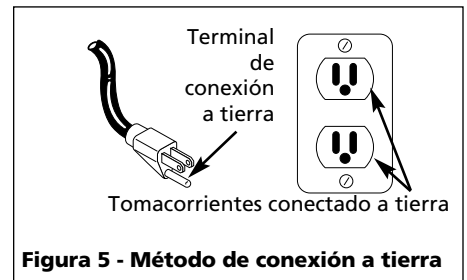

Figura 5 - Método de conexión a tierra
- Este producto está diseñado para circuitos nominales de 120 voltios y tiene un enchufe para conexión a tierra similar al de la Figura 5. Cerciórese de conectarlo a un tomacorrientes cuya configuración sea similar a la del enchufe. Este producto se debe conectar a tierra. En caso de que ocurra un cortocircuito, esto evitaría el riesgo de choque eléctrico al ofrecerle un cable de desvío a la corriente eléctrica. Este producto tiene un cordón con un alambre y terminal de conexión a tierra. Debe conectarlo a un tomacorrientes que esté instalado adecuadamente según los códigos y ordenanzas locales.